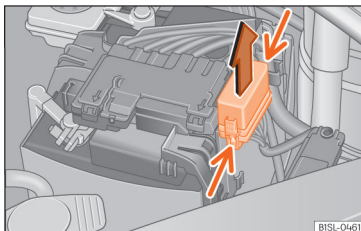

Abb. 84 Im Motorraum: Abdeckung des Sicherungskastens.
- Verriegelungstasten in Pfeilrichtung (schmale Pfeile) drücken, um die Abdeckung des Sicherungskastens zu entriegeln »» **Abb. 84**.
① VORSICHT